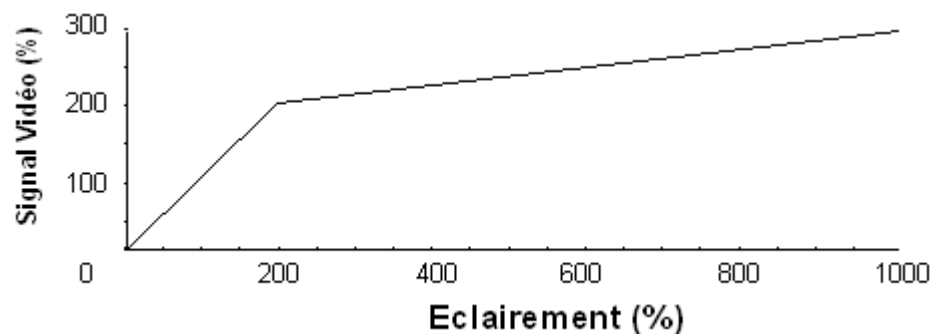

Figure 7
1. Le PRE-KNEE, est un prétraitement situé très près des CCD, qui va comprimer les blancs au-dessus de 200% du niveau nominal (voir Figure 7). Le Pre-knee comprime la gamme comprise entre 200% et 1000% pour la réduire à un écart de 200% à 300%. Cette réduction a pour but d'éviter toute saturation dans la chaîne de traitement de la caméra. Cette chaîne de traitement devra tout de même gérer une dynamique trois fois supérieure au niveau nominal.